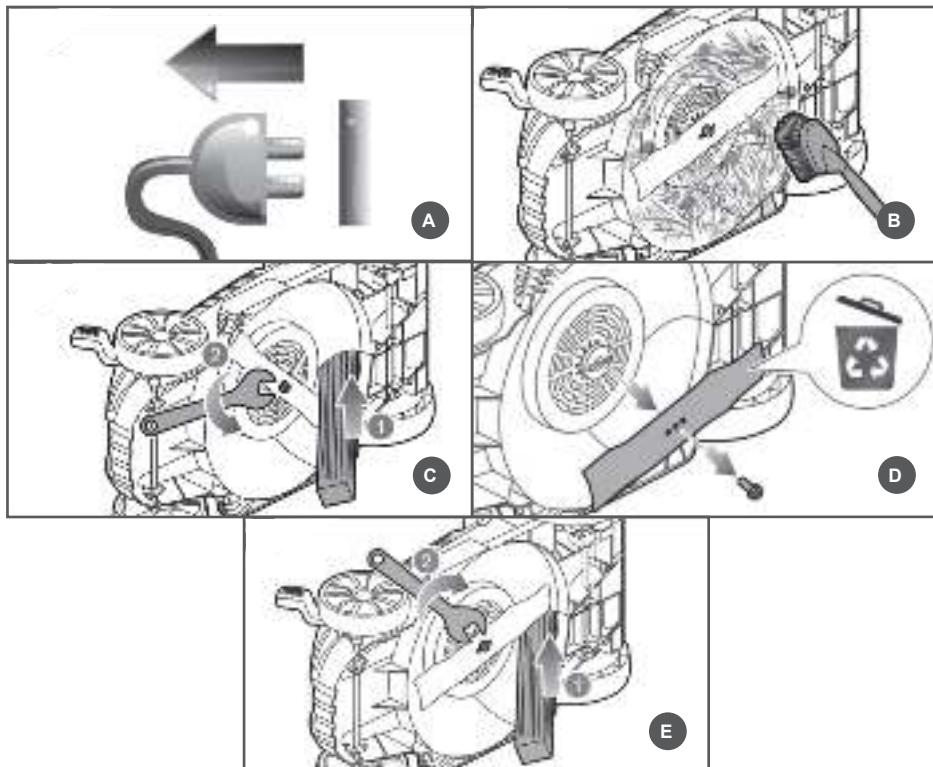

Рис. 15 Замена ножа
2. Возьмите одной рукой нож и крепко держите, или установите деревянный бруск 1 и зафиксируйте нож от проворачивания (Рис. 15).
3. Установите гаечный ключ 2 (в комплектность не входит) и открутите против часовой стрелки болт крепления ножа (Рис. 15).
5. Установите новый нож на адаптер 2 (Рис. 15) так, чтобы:
6. Возьмите одной рукой нож и крепко держите, или установите деревянный бруск 1 и зафиксируйте нож от проворачивания (Рис. 15).
рачивания (Рис. 15).